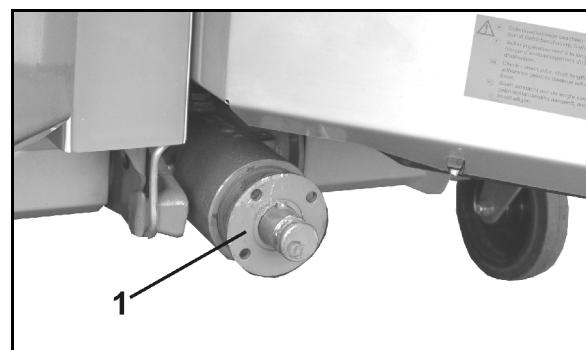

Рис. 35
- Снимите втулку с фланцем (Рис. 35/1) с помощью съемника с первичного вала редуктора.